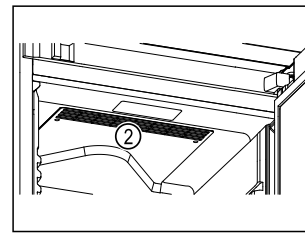

Fig. 65
- Lüftungsschlitz Fig. 65 (2) des Umluftgebläses im Innenraum freihalten.